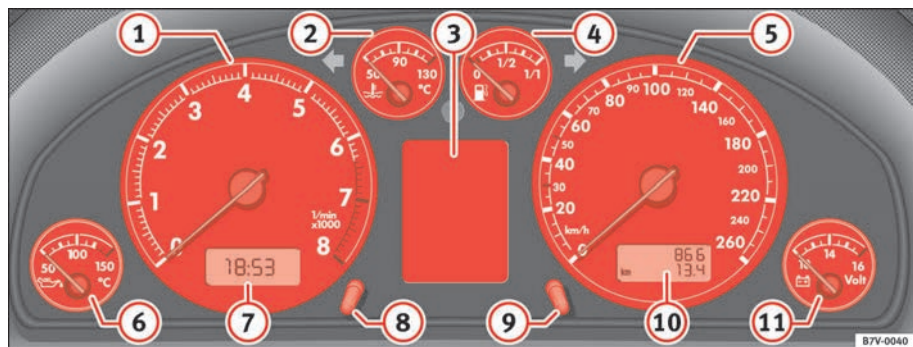

Abb. 44 Ausschnitt aus der Instrumententafel: Kombiinstrument
Steht zum Beispiel der Zeiger genau über der 2, so entspricht das einer Drehzahl von 2000/min ⇒ Seite 64, Abb. 44 ①.
- Drehen Sie den Stellknopf \Rightarrow Seite 64, Abb. 44 ⑧ entgegen dem Uhrzeigersinn kurz, um jeweils eine Stunde vorzustellen, oder
Das obere Zählwerk im Kilometerzähler \Rightarrow Seite 64, Abb. 44 ⑩ registriert die gesamte zurückgelegte Fahrstrecke.
Das untere Zählwerk registriert die Kurzstrecken. Die letzte Stelle steht für Strecken von 100 m. Der Kurzstreckenzähler kann durch Drücken des Rückstellknopfs \Rightarrow Seite 64, Abb. 44 ⑨ auf Null gestellt werden. ■
Das Voltmeter ⇒ Seite 64, Abb. 44 ⑪ zeigt die Spannung im elektrischen Bordnetz an. Der Normalwert beträgt zwischen 12 und 15 Volt. Sinkt die Anzeige bei laufendem Motor auf unter 12 Volt ab, ist die Stromversorgung (Batterie und Generator) bei einem Fachbetrieb prüfen zu lassen.
Die Anzeige des Serviceereignisses erfolgt entweder über das Display des Kilometerzählers ⇒ Seite 64, Abb. 44 ⑩ bzw. im Display⁷⁾ im Kombi-Instrument ⇒ Seite 64, Abb. 44 ③.